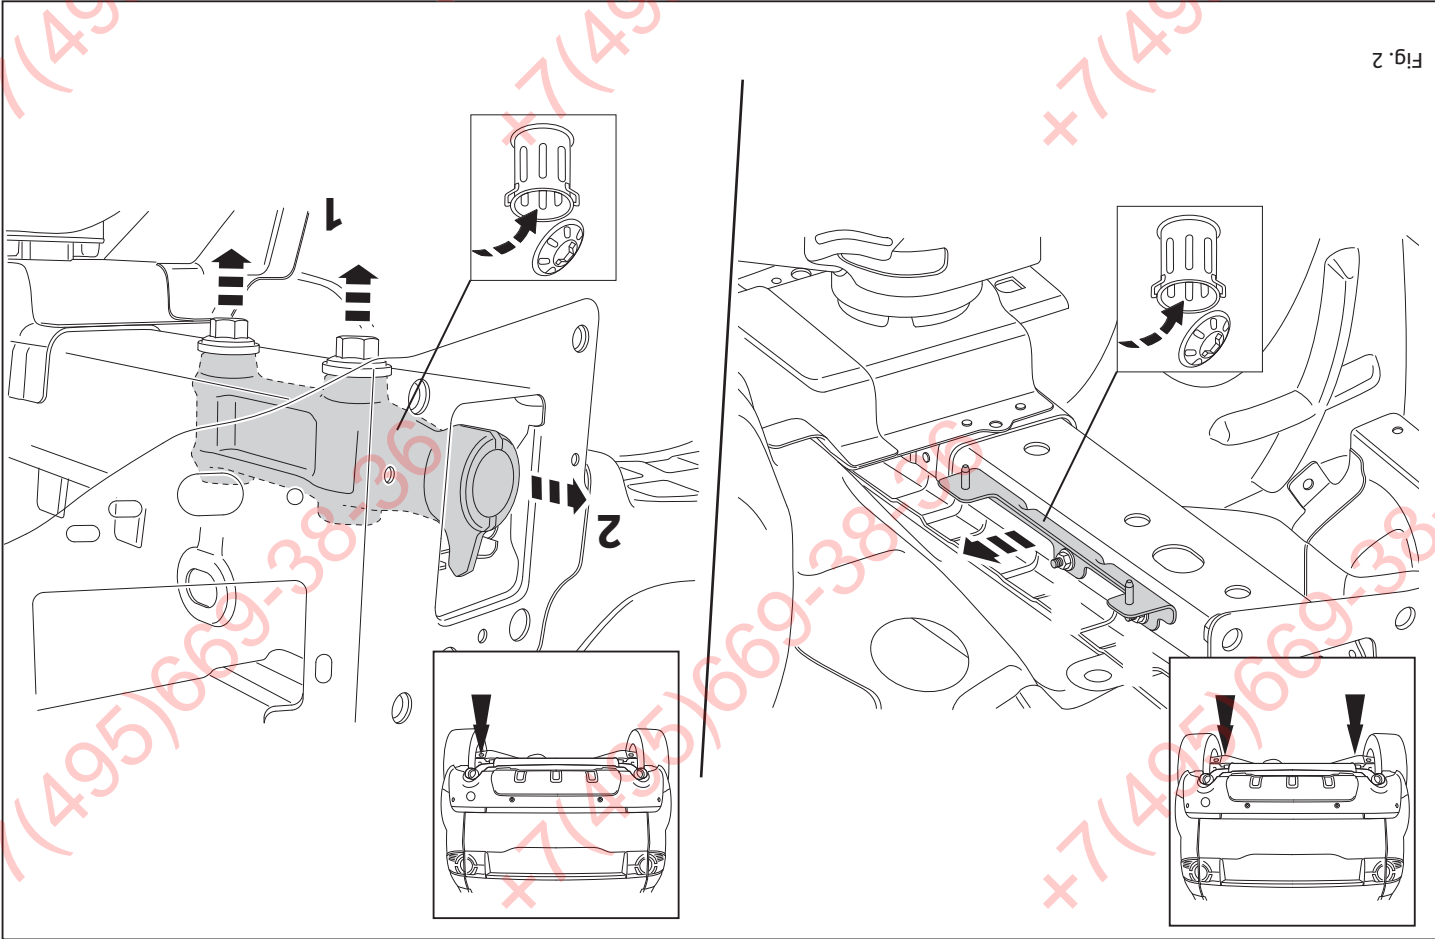

Fig. 2
5. Remove the part indicated. See figure 2.
5. Den angegebenen Teil abmontieren. Siehe Abbildung 2.
5. Démontez la partie indiquée. Voir la figure 2.